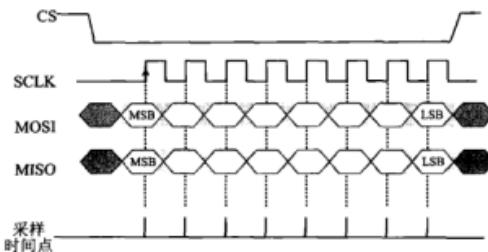

图 5.14.3 CPOL=0,CPHA=0
a) CPOL=0,CPHA=0 的情况如图 5.14.3 所示。
如图 5.14.3 所示,初始时刻 SPI 接口处于空闲状态,SLCK 线保持在低电平状态。当 CS 跳变至低电平之后,开始数据传输。可以看到,数据在 SLCK 线的一个脉冲周期中的第 1 个边沿(此处是正跳变)得到传输。总结起来就是,当 CPOL=0 且 CPHA=0 时,SLCK 呈现正脉冲周期形式,数据在上升沿得到存取,在下降沿准备就绪。